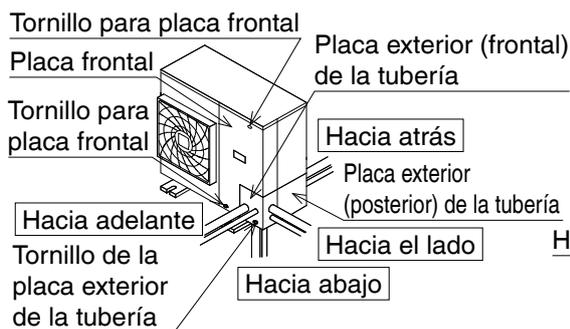

Fig. 4
- La tubería de refrigerante puede conectarse en cuatro direcciones. (Vea la **Fig. 4**)